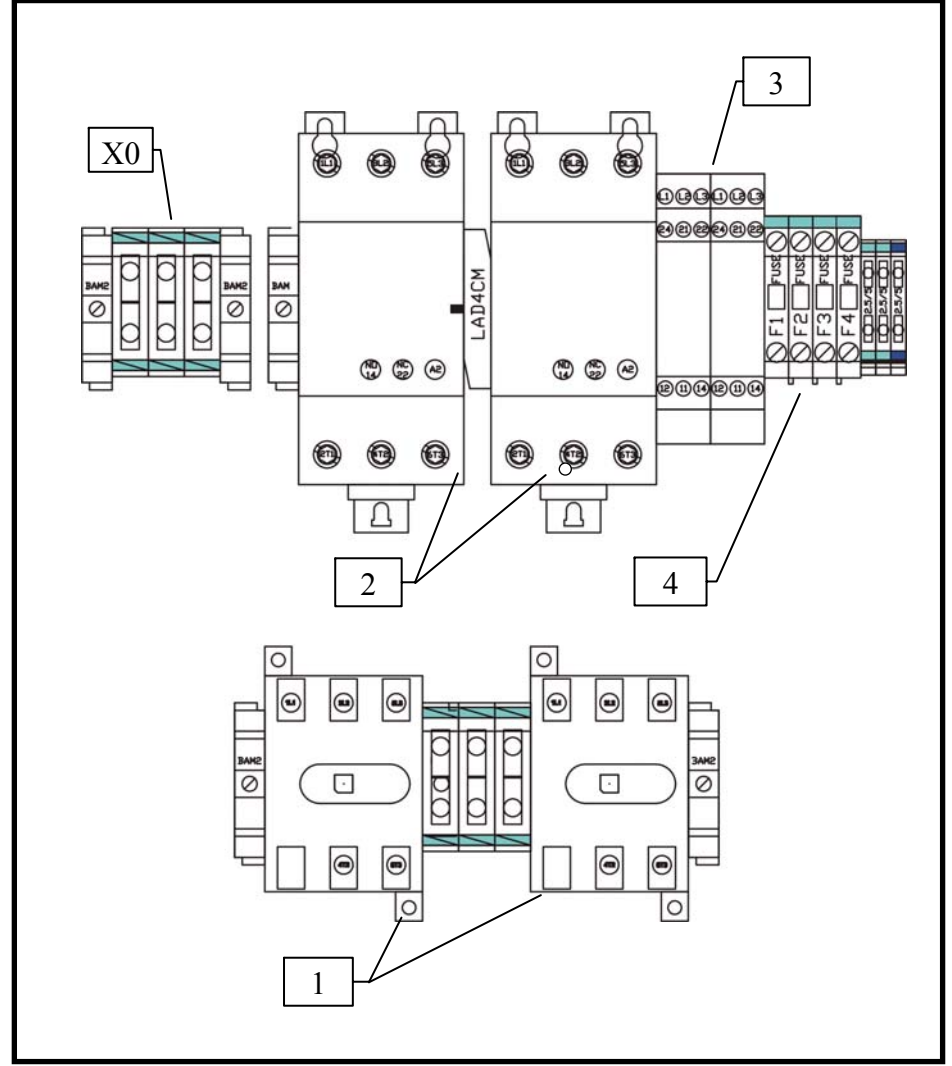

Рис.1 Внутренний вид прибора
5.1 Внутренний вид прибора (рис. 1)